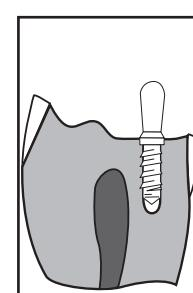

Figure 7
- Introduzca a una velocidad mínima presionando ligeramente. El Pin MAX se alinearán y enroscarán en el canal preparado y se cortará cuando esté asentado el freno del mismo (**Fig. 7**).
- Operare la presa di sostegno ad una velocità molto bassa, applicando una leggera pressione verso il basso. Perno a Vite MAX si allineerà e si avviterà nel canale preparato, spezzandosi nel momento in cui viene collocato in sede nel dispositivo di bloccaggio filettato (**Fig. 7**).